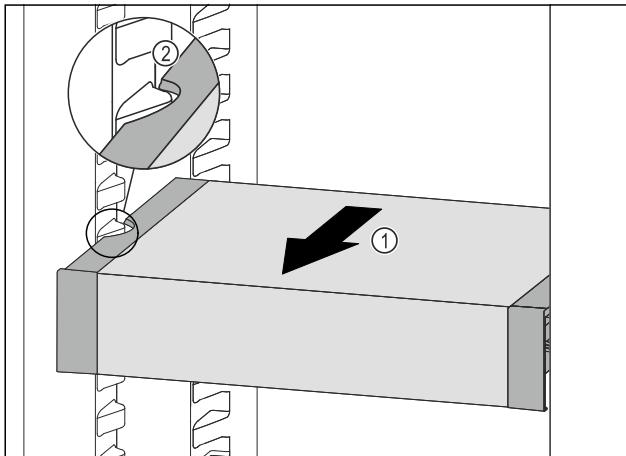

Fig. 123
- Вытаскивайте VarioSafe вперед Fig. 123 (1), пока боковые выемки VarioSafe не окажутся на высоте выступа резервуара в холодильном отделении. Fig. 123 (2)